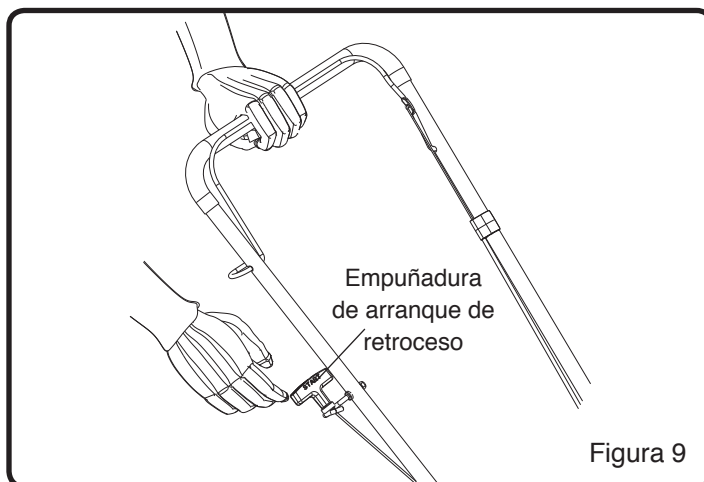

Figura 9
3. Agarrar firmemente la empuñadura de la segadora de hilo con la mano izquierda, enganchando la barra de control de arranque de motor. (Ver Figura 9)
4. Sujetar firmemente la empuñadura del arrancador de retroceso con la mano derecha. (Véase la figura 9)